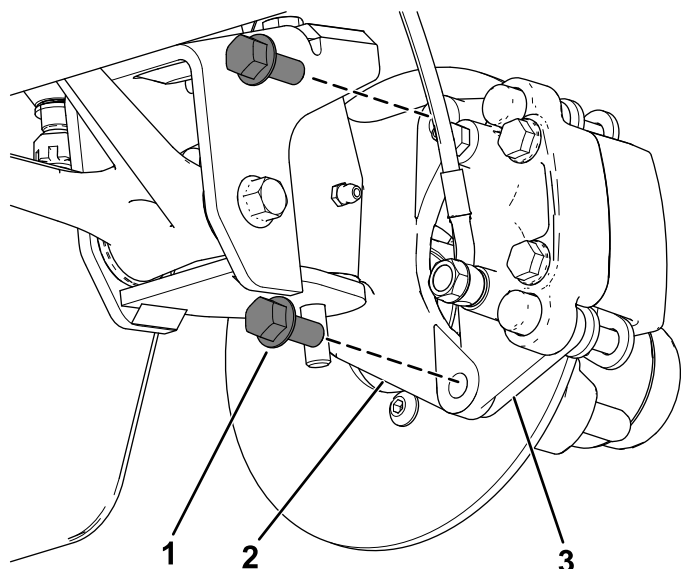
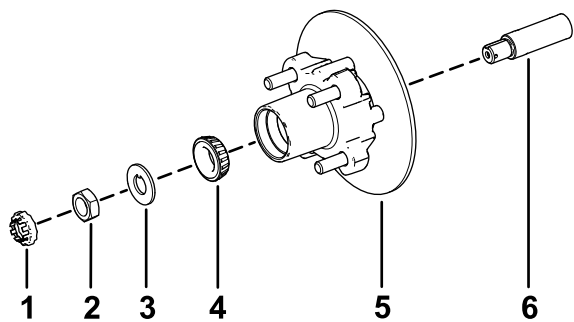

Figura 36
Figura 40
3. Togliete i bulloni a testa flangiata ($\frac{3}{8}$ " x $\frac{3}{4}$ ") che fissano la staffa del gruppo del freno al mandrino e separate il freno dal mandrino (Figura 36).
1. Lubrificate leggermente il mandrino con il grasso specificato (Figura 40).
2. Montate il mozzo e il rotore sul mandrino con il rotore verso l'interno (Figura 40).
3. Montate il cuscinetto esterno sul mandrino e inserite il cuscinetto sull'anello esterno (Figura 40).
4. Montate la rondella di sicurezza sul mandrino (Figura 40).
5. Avvitare il dado del mandrino sul mandrino e serrate il dado a 15 N·m mentre ruotate il mozzo per posizionare in sede il cuscinetto (Figura 40).
2. Allineate le pastiglie dei freni su ciascun lato del rotore (Figura 36) e i fori sulla staffa della pinza con i fori sul supporto del freno del telaio del mandrino (Figura 40).
3. Fissate la staffa del calibro al telaio del mandrino (Figura 36) utilizzando i 2 bulloni a testa flangiata ($\frac{3}{8}$ " x $\frac{3}{4}$ ").